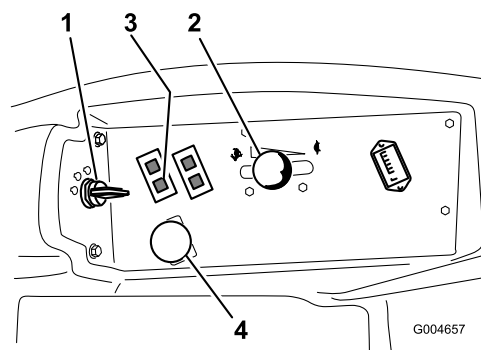

Figure 12
4. Placez la commande de prise de force (PDF) en position désengagée (Figure 12).
5. Réglez la manette d'accélérateur à mi-course entre les positions bas et haut régime (Figure 12).